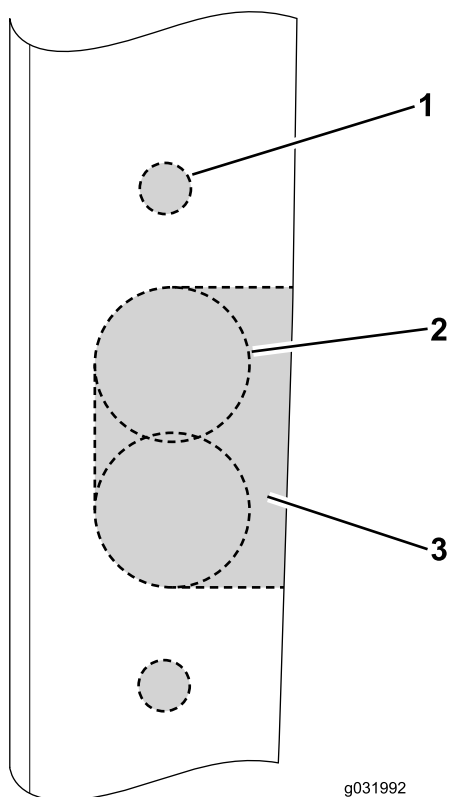

図 56
2. フランジヘッドボルト用に、直径7mm の穴を開ける 図 56。
3. 曲線部分は、25mm の円形ノコで切る 図 56。